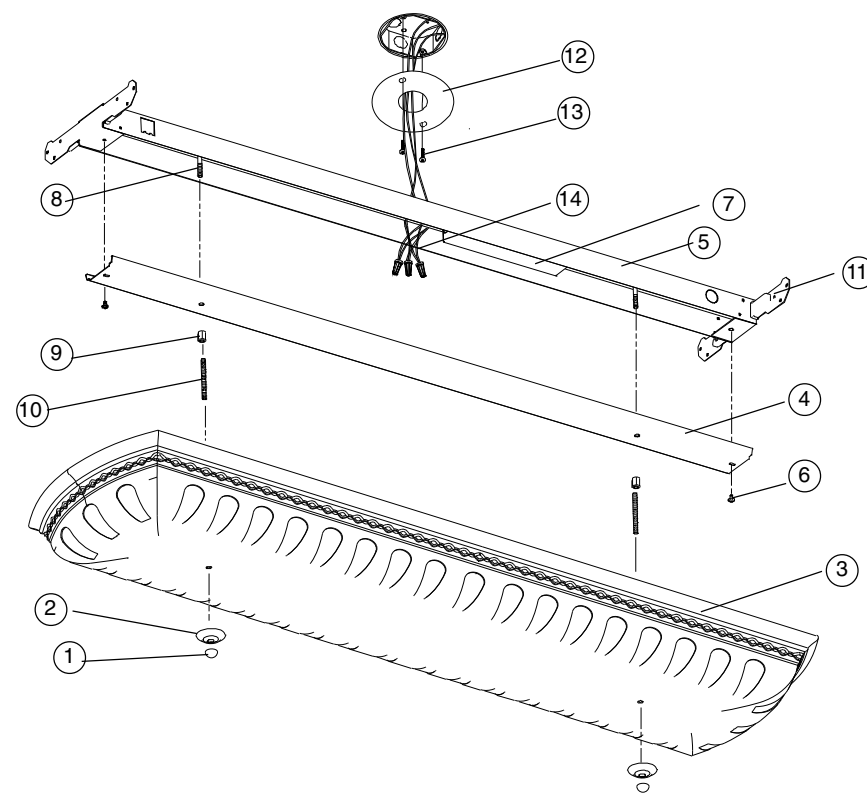

Figure 1
4. With power turned off, insert power supply wires through center hole in Cover Plate (12) and secure Cover Plate to junction box with Screws (13).
5. Insert Carriage Bolts (8) through square holes from back of Channel Assembly (5). **See Fig. 1.**
4. Con la electricidad apagada, inserte los alambres de suministro eléctricos por el agujero de centro en la Placa de Cubierta (12) y asegure Placa de Cubierta a la caja de ensambladura con los Tornillos (13).
5. Inserte los Pernos Carreta (8) por los agujeros cuadrados de la parte trasera del Ensamblaje del Canal (5). **Vea Fig. 1.**